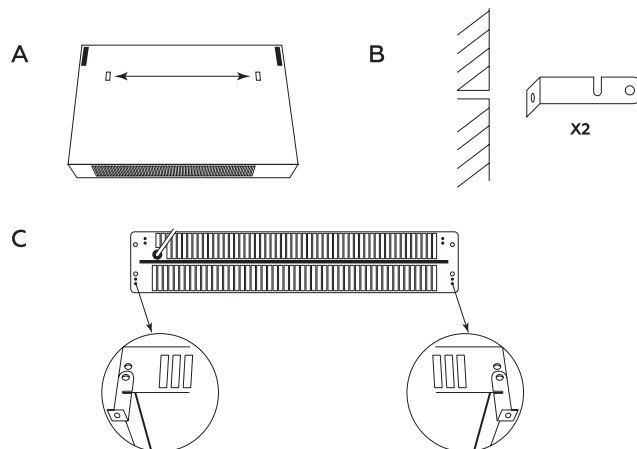

Рисунок 4
1. Измерьте расстояние между двумя пазами на задней поверхности прибора (см. рисунок 4 А).
3. Установите кронштейны (опция) лицом к отверстиям (см. рисунок 4 В), и закрепите их в данном положении при помощи предоставленных винтов.
4. Перед тем, как повесить прибор на кронштейны, прикрепите два других, кронштейна под прибором (см. рисунок 4 С).